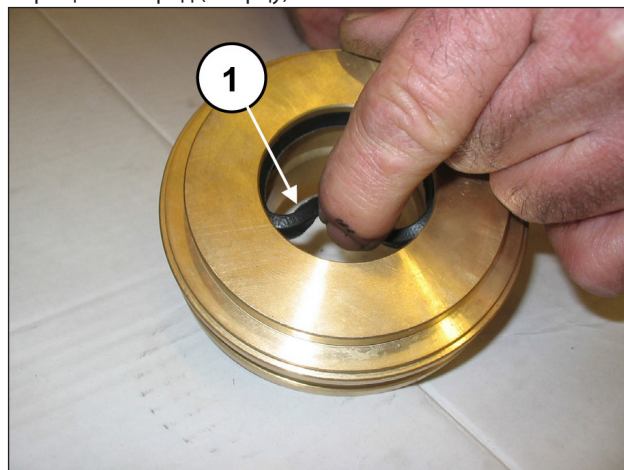

Рис. 134
Вставьте уплотнение низкого давления в опору уплотнения (поз. ①, Рис. 134) так, чтобы уплотнительная кромка была обращена вперед (к торцу).